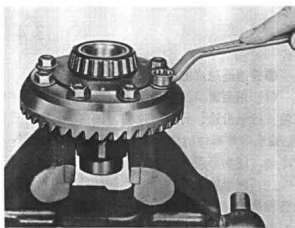

图 13-16
(16) 用扳手松开从动齿轮与差速器壳8个连接螺栓,取出从动齿轮(图13-16)。